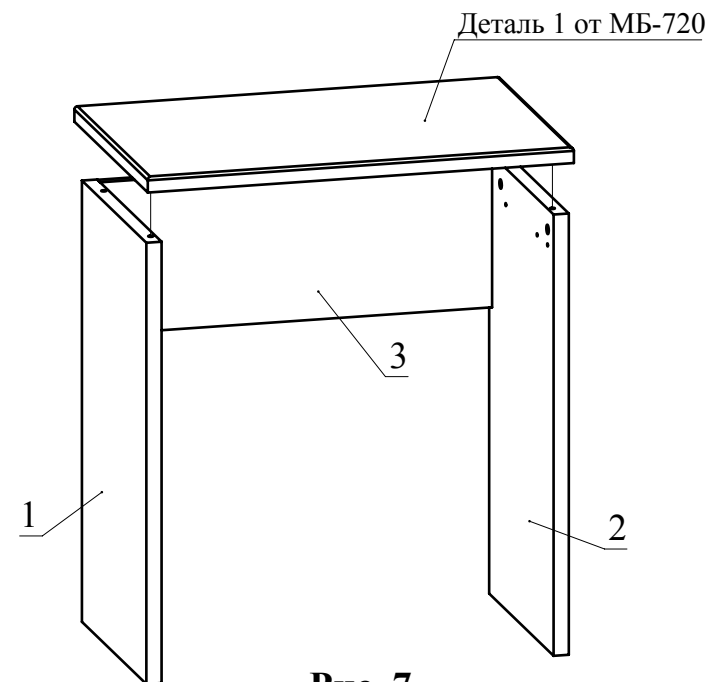

Рис. 7
6. Соедините деталь 1 (МБ-720) с полученной конструкцией и затяните головки минификсов (Рис. 7).